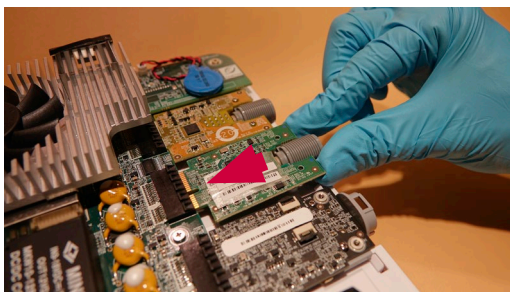

Figura 18 Inserire la nuova scheda VDI
c) Inserire la nuova scheda VDI nel connettore della scheda principale (Figura 18)